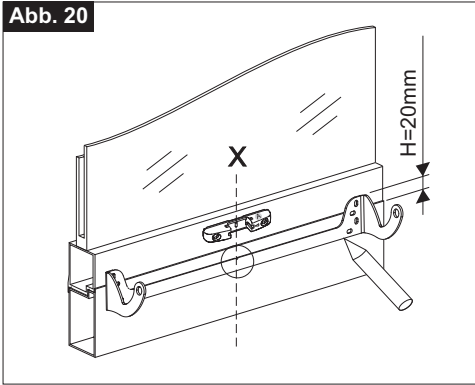

Abb. 21
- 8) **Abb. 21/22-** Mit einer dazu geeigneten Bohrmaschine vier Löcher auf den Rahmen ausführen und den Bügel mit den zweckmäßigen Schrauben befestigen.